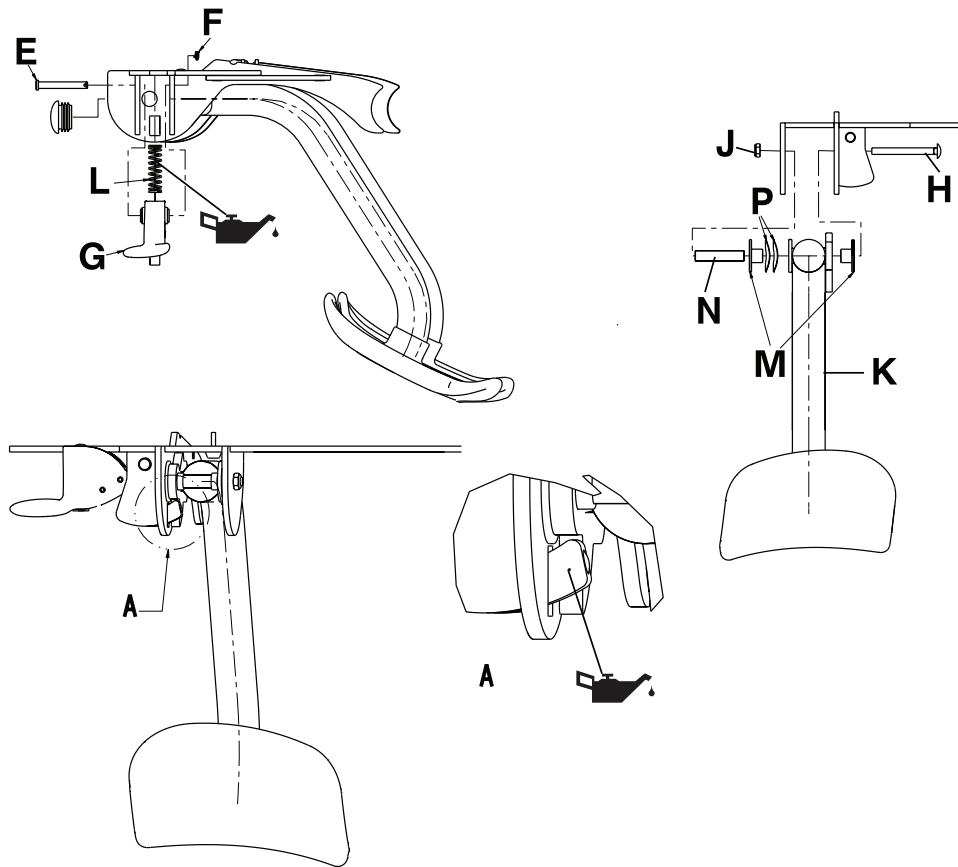

Fig. 8-37: Lægstøttens komponenter
6. Brug en spidstang til at fjerne Rue Ring splinten (F) og splitpinden (E), der holder lægstøttens låsesamlinger (G) fast på begge sider af lægstøttens monteringsplade (D). Fjern lægstøttens låsesamlinger (G) og trykfjedre (L) på begge sider af lægstøttens monteringsplade (D) (Fig. 8-37 på side 8-55). Gem alle låsesamlinger, fjedre, Rue Ring splinte og splitpinde til lægstøtten.
7. Brug en 7/16 tommer gaffelskruenøgle til at fjerne Nyloc-møtrikken (J) og bolten (H), der holder lægstøttesamlingen (K) fast på monteringspladen (Fig. 8-37 på side 8-55).
8. Fjern de to spændeskiver (P), to bøsninger (M) og lægstøttens drejelige afstandsstykke (N) samtidig med, at du fjerner lægstøttesamlingen (Fig. 8-37 på side 8-55). Læg alle dele til side.
- a. Benytte Syntech-smøreolie og smøre trykfjederen (L) og låsespidsen (Fig. 8-37 på side 8-55), hvis det er nødvendigt.
- b. Installere spændeskiverne (P) på bøsningen (M), før de sættes på lægstøttesamlingen.
2. Stram eller løs den sekskantede Nyloc-møtrik (J) med kvarte omdrejninger vha. en 7/16 tommer ringgaffelnøgle. (Fig. 8-37 på side 8-55).